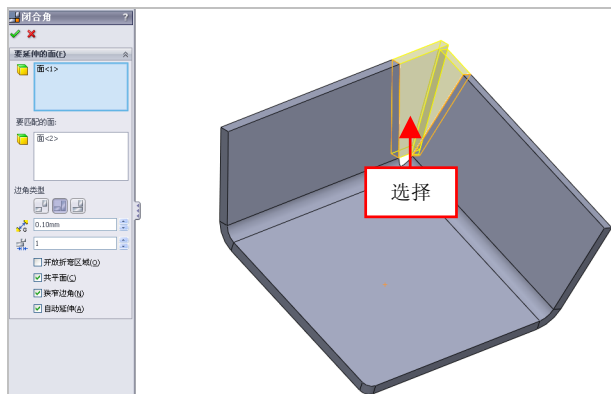

图 9-33 选择合适的面
(3) 弹出【闭合角】属性管理器，在绘图区中，选择合适的面对象，如图 9-33 所示。